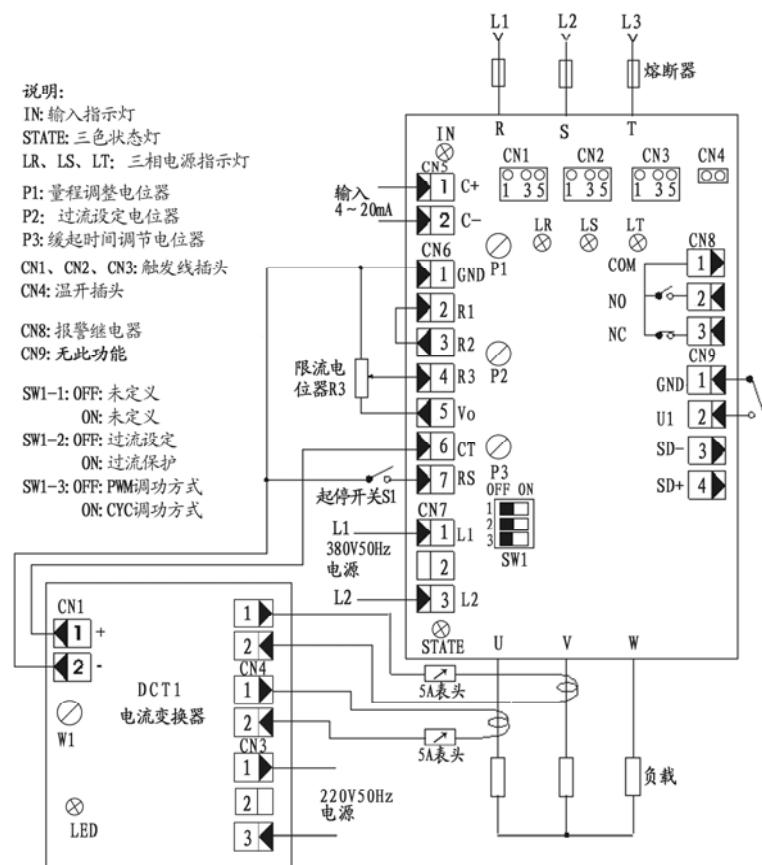

图 2-1-2 自动控制带限流、过流保护功能
- ⑦ CN9 端子为功能选件。若需要调功调压一体化功能或者状态发送功能，都必须带 CN9 端子（订货时声明）。
- ⑧ 设备调试时可以按照图 2-1-2 接线，调试时图中负载最好用 100 瓦~200 瓦灯泡做为假负载。
- ⑨ 侧壁接线盒端子图：（图 2-1-2 中 CN8、CN9 端子引至侧壁接线盒，用户使用，需从侧壁接线盒接线）。